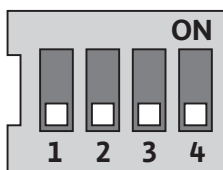

Fig. 23: Interruptor DIP
Os interruptores DIP (fig. 8, pos. 6/fig. 23) encontram-se por baixo da cobertura da caixa.